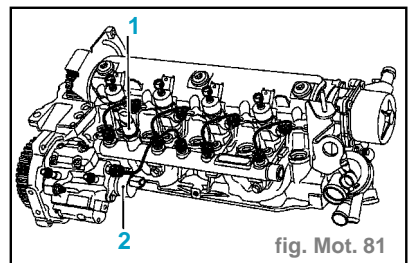

fig. Mot. 81
- Dévisser le capteur de pression (1). (fig. Mot. 81)
- Retirer le connecteur du régulateur (2). (fig. Mot. 81)